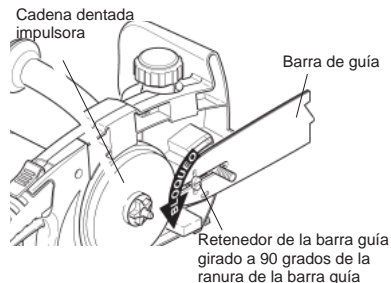

Figura 3 - Bloqueo del retenedor de la barra guía
5. Gire el retenedor de la barra guía 90 grados como se muestra en la Figura 3.